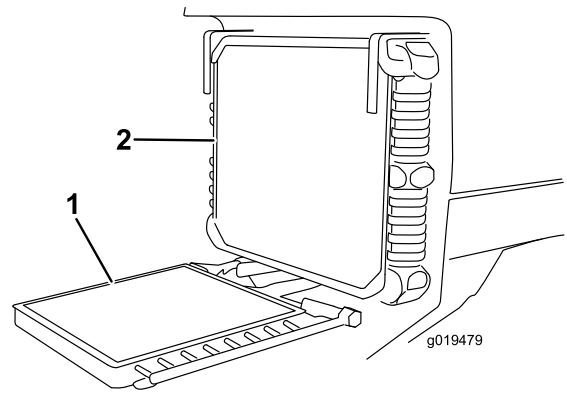

Bild 74
3. Schrauben Sie die Handräder ab und drehen Sie den Ölkühler nach hinten (Bild 74). Reinigen Sie beide Seiten des Ölkühler- und des Wasserkühlerbereichs gründlich mit Druckluft. Verwenden Sie kein Wasser. Öffnen Sie die Motorhaube und blasen Sie Fremdkörper zum Heck der Maschine raus. Drehen Sie den Ölkühler wieder zurück und ziehen Sie die Handräder an.